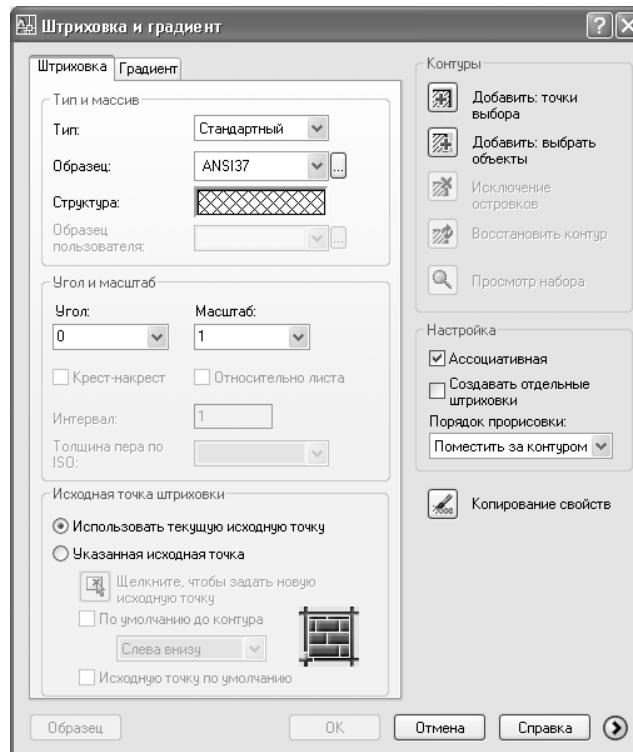

Рис. 9.1 ▼ Диалоговое окно
5. Запустите инструмент **Штриховка** (Hatch), щелкнув на кнопке **Штриховка** (Hatch) панели инструментов **Черчение** (Draw) или выбрав из меню команду **Черчение ⇒ Штриховка** (Draw ⇒ Hatch). Если вы предпочтете использовать командное окно, тогда введите **Штрих** (HATCH) или просто **ш** (H) (также можете воспользоваться командой **Кштрих** (BHATCH), или псевдонимом **кш** (BH) – суть от этого не изменится).
6. В открывшемся окне **Штриховка и градиент** (Hatch and Gradient) (рис. 9.1) можно выбрать узор штриховки или тип заливки, задать параметры штриховки или заливки, а также метод применения и метод определения границ соответствующей области чертежа. По умолчанию окно от-